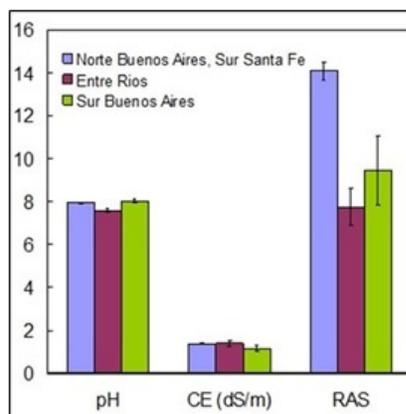

Figura 2. Propiedades del agua de riego utilizadas en riego complementario según provincia (adaptado de Álvarez et al. 2016).
La sodificación del suelo se genera por el incremento en el contenido de sodio intercambiable (PSI) del suelo, fuertemente asociado con el uso de aguas con alta relación de adsorción de sodio (RAS) que con el tiempo puede provocar una serie de efectos, de los cuales el más grave es la degradación estructural del suelo. (Figura 2)
Figura 2. Valores de pH, salinidad (CE) y sodicidad (PSI) de 0-20 cm de suelos regados en forma complementaria en la porción central de la Región Pampeana en relación al suelo no regado (testigo). Adaptado de Álvarez et al. (2016).